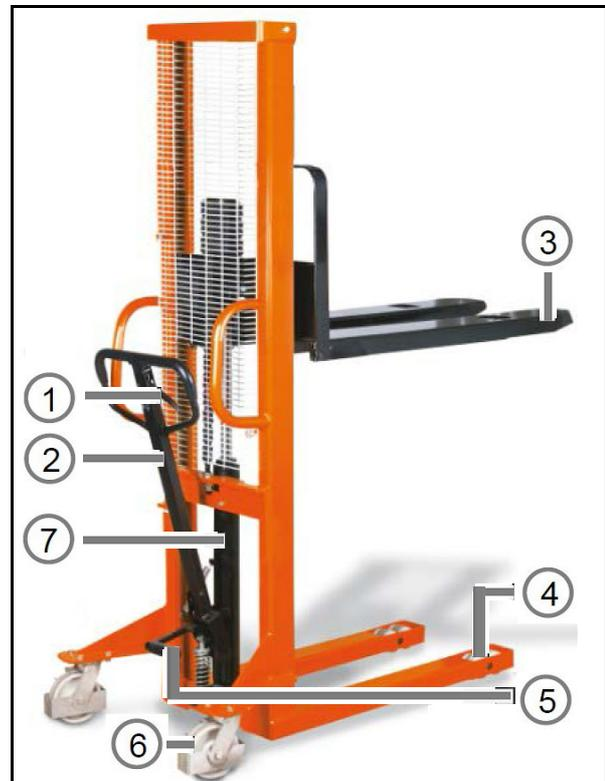

Abb. 4: Gerätebeschreibung
Oder: Fußhebel (5, Abb. 4) am Pumpengehäuse treten.
Schritt 1: Stellen Sie den Funktionshebel (1, Abb.4) in die Position ABSENKEN und bewegen Sie zum Entlüften die Zugstange (2) mehrmals auf und ab. Danach kann der Hubwagen wieder normal betrieben werden.